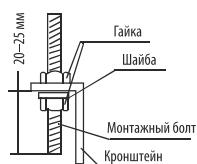
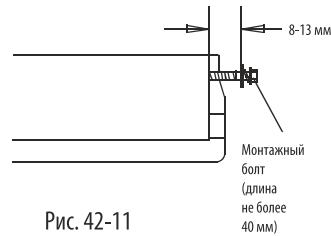

Рис. 42-10
Рис. 42-11
- Закрепите кронштейн на монтажных болтах (см. рис. 42-10). Подготовьте монтажные болты для блока (см. рис. 42-11)